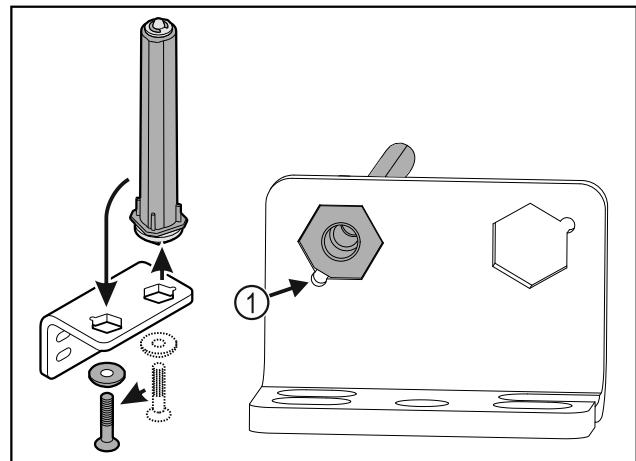

Fig. 36
- ▶ Проследите за тем, чтобы при установке скос пальца Fig. 36 (1) указывал в направлении круглого отверстия.